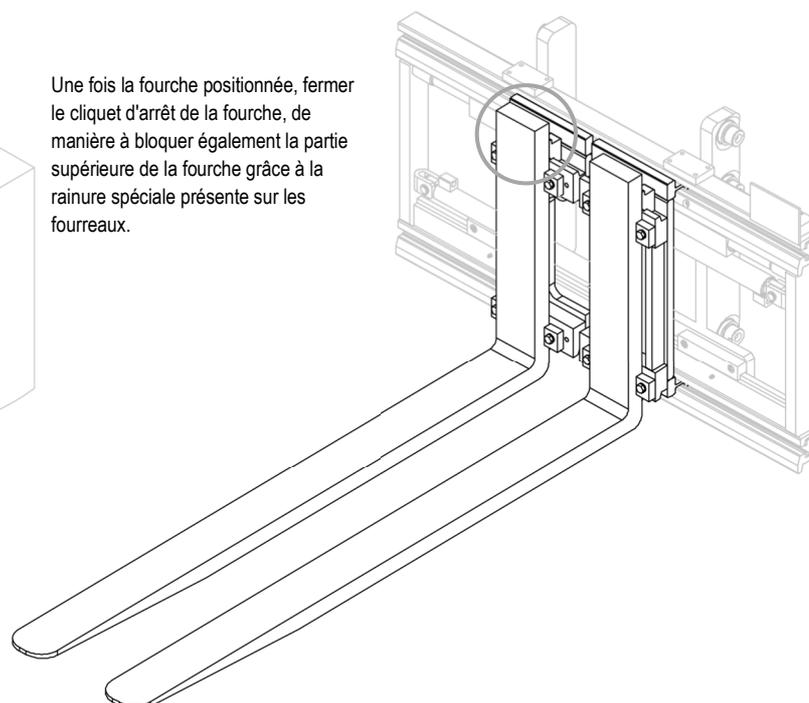

Figure 14
3. Après avoir installé les fourches, repositionner les butées de fourche dans la position la plus appropriée (voir *Figure 14*).